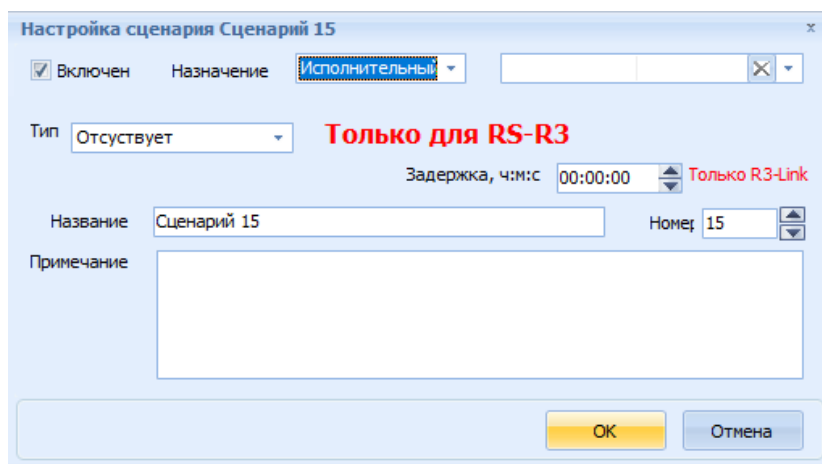

Рисунок 9.2 – Окно «Настройка сценария», Назначение «Исполнительный»
В окне следует выбрать Назначение и Тип сценария. В зависимости от выбранного Назначения будет видоизменяться окно Настройки сценария (рисунки Рисунок 9.2 – 9.3).
– Исполнительный сценарий (рисунок 9.2) – запускается внутри расширенного сценария и может содержать устройства только одного прибора. Для исполнительного сценария необходимо выбрать прибор, устройства которого будут участвовать в сценарии. Название исполнительного сценария выделяется в списке синим цветом. Через исполнительный сценарий рекомендуется управлять внешними устройствами.